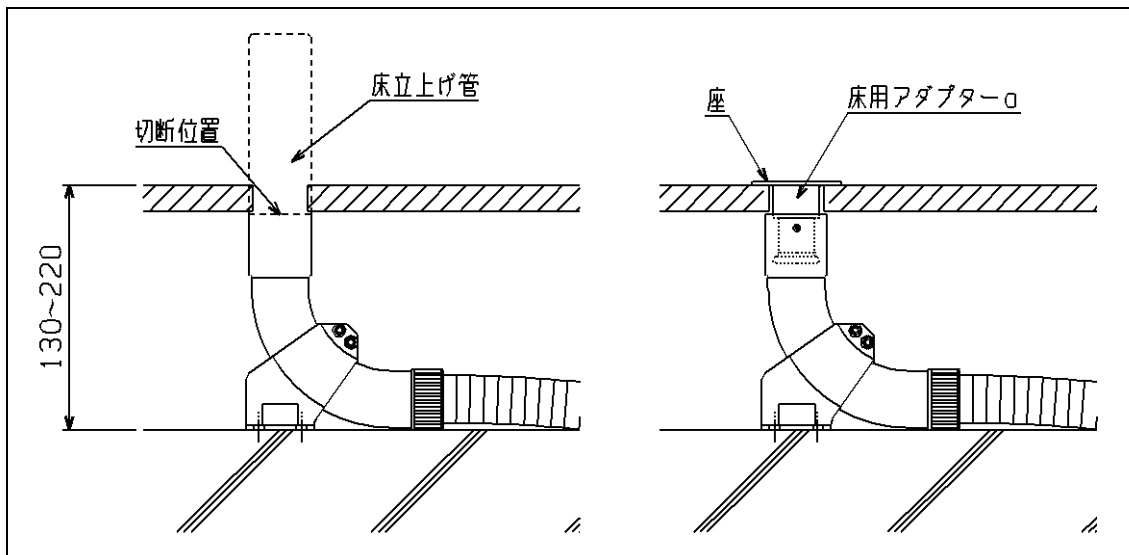

図4-7 床用アダプター○施工例
床取出し部材には両座付アダプターエルボ○のほかに床用アダプター○、床用ロングアダプター○及び45°床用アダプター○も使用できます。例として、床用アダプター○の取り付け方法を図4-7に示します。
5. 床を張る前に、床仕上がり高さと板厚を考慮して床立ち上げ管を切断します。(図4-7参照)